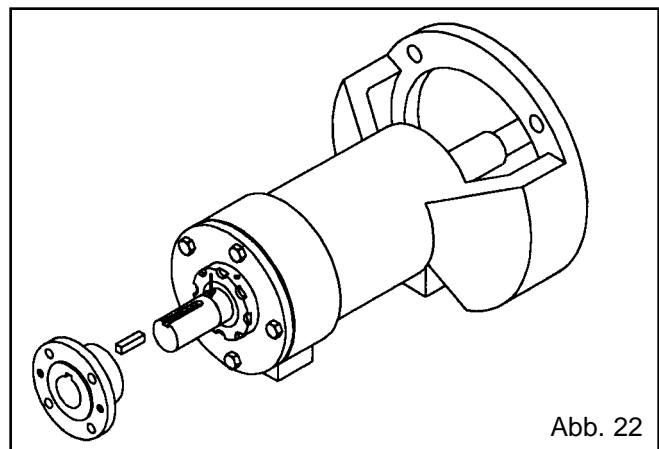

Abb. 22
1. Die Position der Kupplungsnabe auf der Welle (122) für den Wiederausbau markieren (Abb. 22).